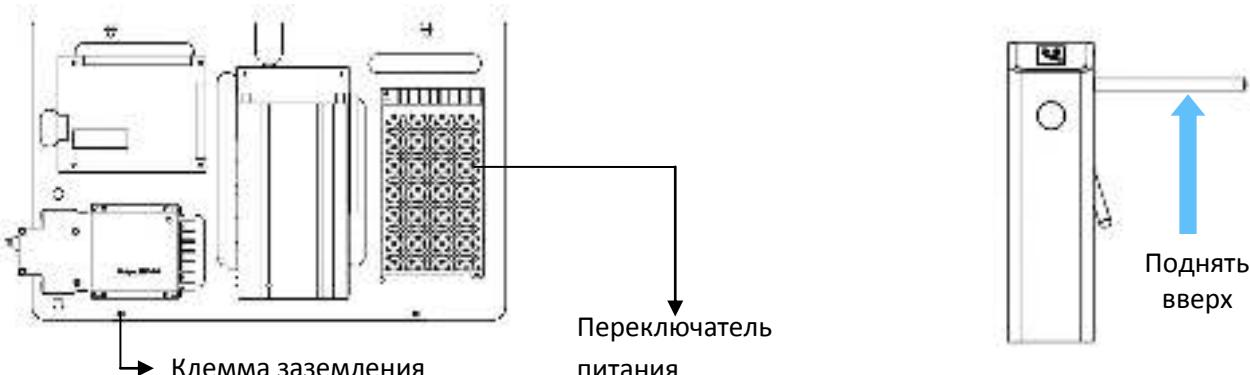

Рисунок 3
1. Убедитесь, что требования к питающему напряжению строго соблюdenы во избежание повреждения устройства (напряжение питания турникета составляет 200 ÷ 240 В (AC)).
3. Поднимите штанги вручную (см. Рисунок 3).